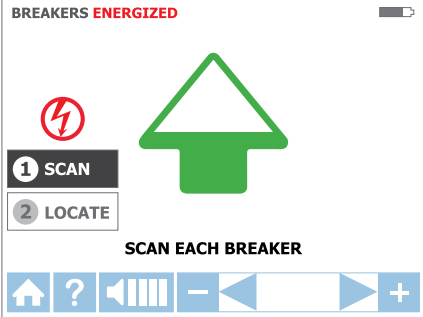

图3.3b
1. 仪表将自动启动 ① SCAN (扫描)模式，如图3.3b所示。